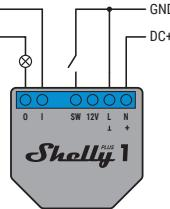

Imagen 2
Si utiliza una fuente de alimentación de 24-48 V CC (**Imagen 2**), conecte el cable DC+ al terminal positivo (+) y el cable de tierra (GND) a los terminales de tierra (L) del Dispositivo.